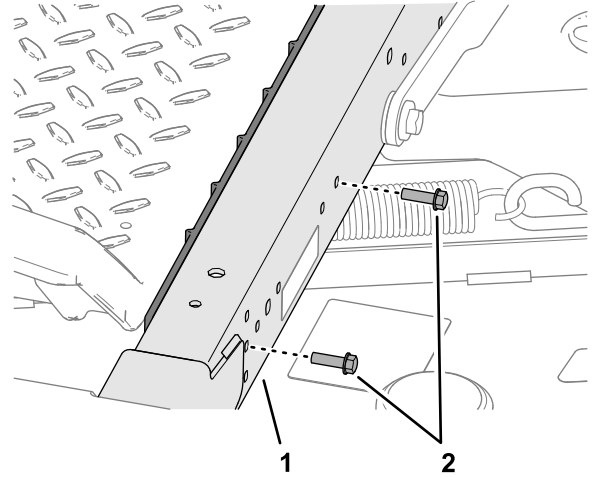

図 2
1. 左側フレームレールで、レールガードをフレームレールに固定しているキャップスクリュー1/4 x 5/8"2本を外す 図 2。